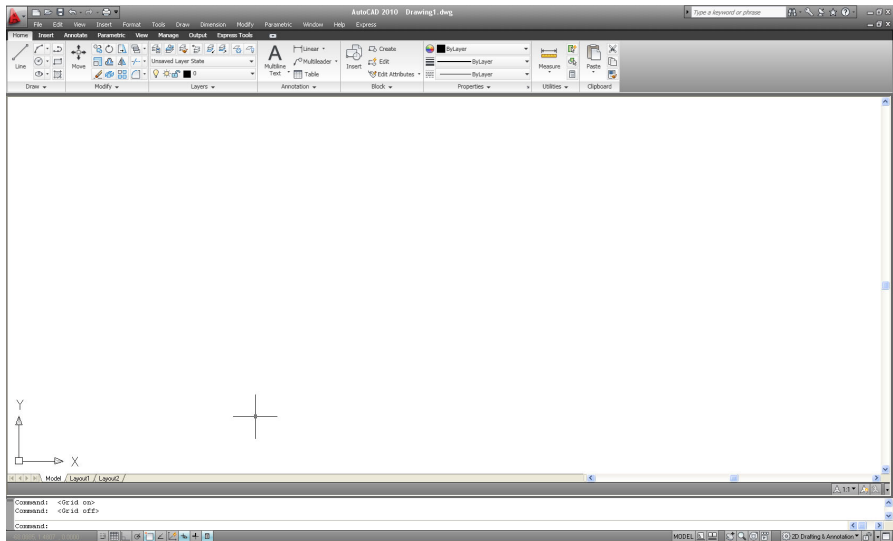

Рис. 3.4
- 2D Drafting & Annotation (2D рисование и аннотации) – двовимірне моделювання (робочий простір для двовимірного моделювання показаний на рис. 3.4);
Робочий простір **3D Modeling** включає у себе пульт керування, який забезпечує зручний доступ до функцій тривимірного моделювання. Вкладки **Model** (Модель) і **Layout** (Лист) замінені кнопками в рядку стану, завдяки чому розширена область креслення. На рис. 3.4–3.6 показані вкладки **Model** (Модель) і **Layout** (Лист). Подібне перемикання можна здійснити клацанням правої кнопки мишки на вкладках **Model** (Модель) або **Layout** (Лист).